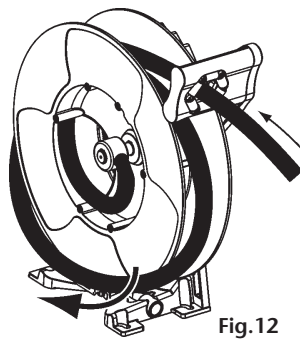

Fig.12
2. Unwind one turn and pull the hose (fig. 12).
2. Quite una vuelta de manguera del interior del disco del enrollador (fig. 12).
2. Détendre un tour de flexible et le retirer du tambour (fig. 12).